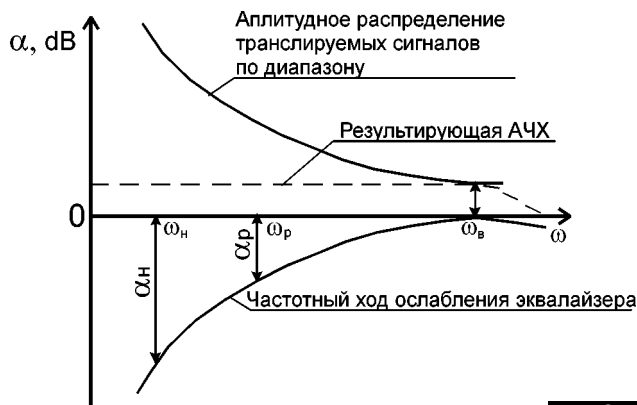
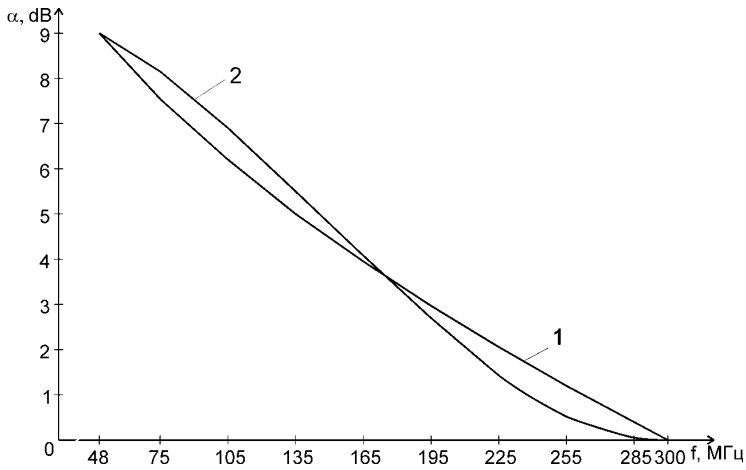
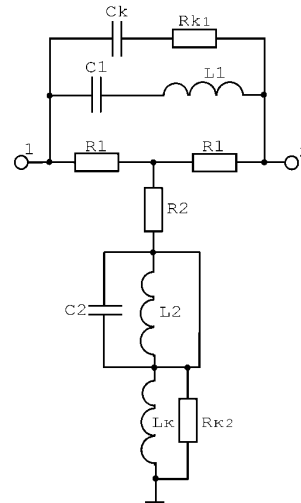

рис. 2
рис. 4
рис. 5
Для кабеля RG-11 требуемый частотный закон ослабления эквалайзера показан на рис.4 (кривая 1).
3. На средней частоте (в общем случае любой принимаемой) $f_p = (f_n + f_v)/2 = 174$ МГц (по графику рис.4 или по формуле (1) определяют требуемое ослабление эквалайзера на частоте f_p (см. рис.2):
9. Для контроля строят частотный ход ослабления эквалайзера и наносят его на график рис.4 (кривая 2)
Как следует из рис.4, частотный ход ослабления рассчитанного эквалайзера несколько отличается от требуемого и по форме напоминает частотный ход ослабления колебательного контура. В некоторых точках величина отклонения от требуемого закона достигает 0,7 дБ. Для лучшего приближения к линейному закону на практике контуры слабо шунтируют с дополнением малой реактивности (рис.5).